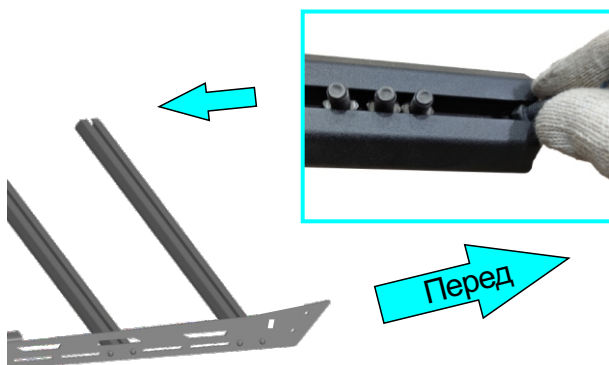

Рис. 14
11. Вставьте 4 болта М8х20 (поз.Б) в Т-образный паз переднего алюминиевого профиля (поз.2), как показано на рис.14. Установите дефлектор (поз.1) на установленные болты М8х20 (поз.Б) и закрепите с помощью гаек М8 (поз.И) через шайбы 8 (поз.Ж), как показано на рис. 15.